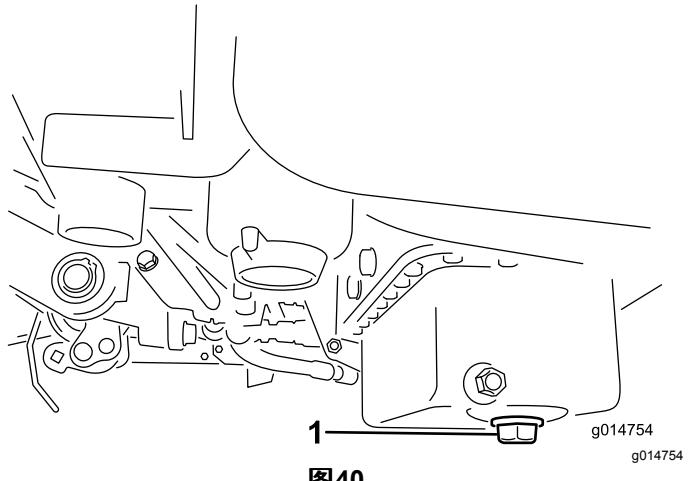

图40
1. 拆下排油塞、让油流入放油盘。油不再流时、安装排油塞 图40。